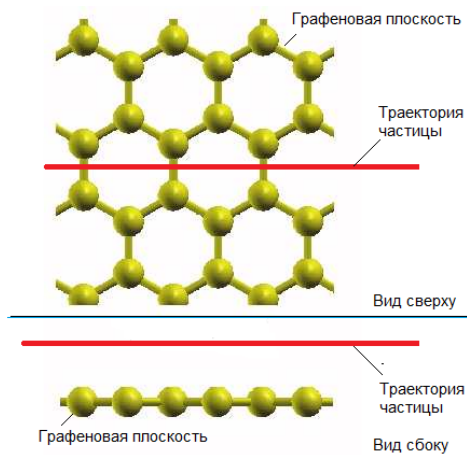
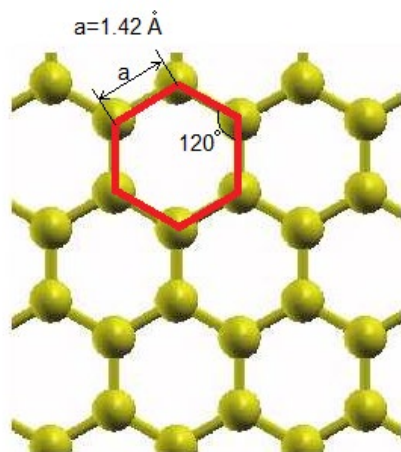

Рис.1
Рис. 2
14. Вычислите частоту воздействия атомов графеновой плоскости на частицу летящую параллельно ее поверхности на малом расстоянии от нее, как показано на Рис. 1 (учитывать только взаимодействие с ближайшими атомами углерода), при условии, что графеновая плоскость представляет собой решетку состоящую из правильных шестиугольников (Рис.2) длина стороны которых составляет 1.42 \AA ($1 \text{ \AA} = 10^{-10} \text{ м}$), а скорость движения частицы равна 4 \AA/пс , ($1 \text{ пс} = 10^{-12} \text{ с}$). Ответ записать в ТГц и округлить до тысячных.
20. Геккон – ящерица, способная передвигаться по вертикальным поверхностям (Рис. 1) и даже по потолку. Все это происходит благодаря устройству подошвы ее лап (Рис. 2 А). Кожа подошв покрыта мельчайшими щетинками диаметром около 100 мкм (Рис. 2 Б, В), которые на концах разветвляются на еще более мелкие щетинки (400 – 1000 штук) (Рис. 2 Г), каждая из которых оканчивается треугольной лопаточкой (Рис. 2 Д) шириной около 0,2 мкм (или 200 нм). Такие лопаточки обеспечивают сцепление с любой даже очень гладкой поверхностью за счет слабых межмолекулярных Ван-дер-Ваальсовых сил. Считая, что плотность щетинок составляет 1,5 млн. на 1 см² поверхности подошвы геккона, а лопаточка на конце представляет собой равносторонний треугольник рассчитать эффективную площадь развиваемую поверхностью подошвы в 1 см². Выразите ответ в мм², ответ округлите до тысячных.
21. Геккон – ящерица, способная передвигаться по вертикальным поверхностям (Рис. 1) и даже по потолку. Все это происходит благодаря устройству подошвы ее лап (Рис. 2 А). Кожа подошв покрыта мельчайшими щетинками диаметром около 100 мкм (Рис. 2 Б, В), которые на концах разветвляются на еще более мелкие щетинки (400 – 1000 штук) (Рис. 2 Г), каждая из которых оканчивается треугольной лопаточкой (Рис. 2 Д) шириной около 0,2 мкм (или 200 нм). Такие лопаточки обеспечивают сцепление с любой даже очень гладкой поверхностью за счет слабых межмолекулярных Ван-дер-Ваальсовых сил, обеспечивающих силу сцепления около 10 Н/см², что соответствует весу 1 кг. Рассчитайте какую минимальную площадь необходимо иметь специальным приспособлениям выполненным по подобию лап геккона, чтобы иметь способность удерживать вес человека (80 кг). Ответ запишите в см².